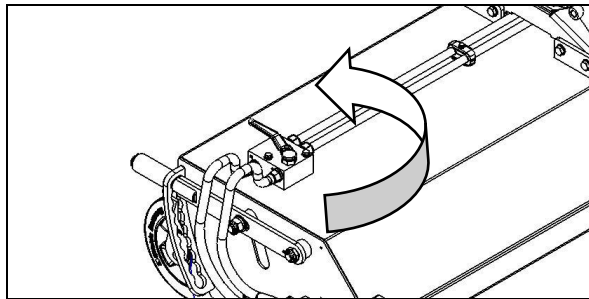

Fig. 4.9
- Fermer la vanne d'arrêt vers le moteur hydraulique de la brosse latérale (fig. 4.9)